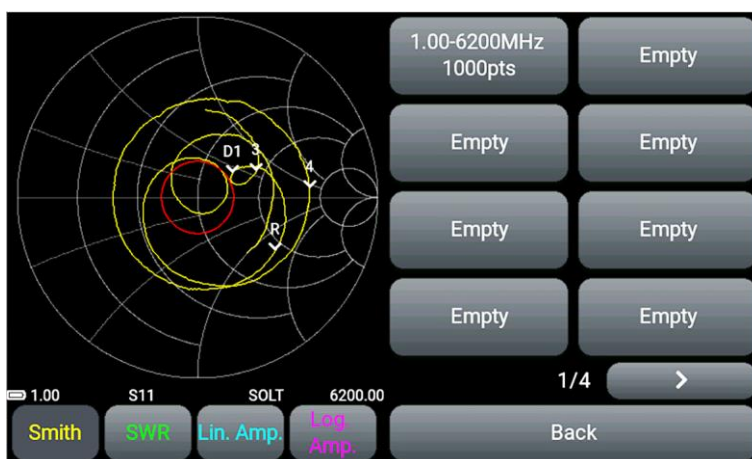

Рисунок 9.23 – Меню пользовательских настроек
9.12.1. Войдите в раздел **Presets** главного меню прибора (Рисунок 9.23).